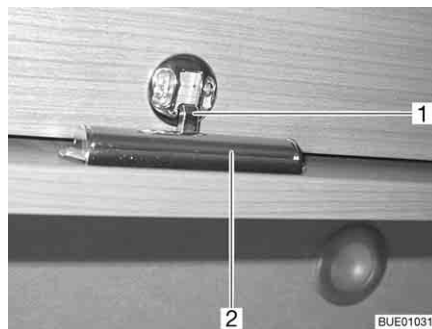

Fig. 68 Abattant de placard avec barre de déverrouillage
- Presser la barre de déverrouillage (Fig. 68,2) du côté intérieur de l'abattant du placard et la maintenir pressée.
- Rabattre l'abattant de placard jusqu'à ce que le dispositif de verrouillage (Fig. 68,1) s'enclenche de façon perceptible.